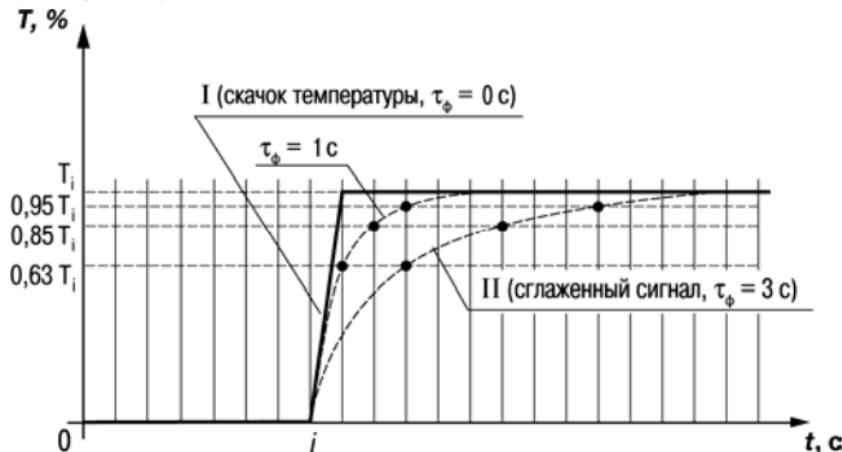

Рисунок 3.5
3.2.2.4.3 Цифровой фильтр устраниет шумовые составляющие сигнала, осуществляя его экспоненциальное сглаживание. Основной характеристикой экспоненциального фильтра является  $\tau_\phi$  – постоянная времени цифрового фильтра, параметр  $\zeta nF1$  ( $\zeta nF2$ ) – интервал, в течение которого сигнал достигает 0,63 от значения каждого измерения  $T_i$  (рисунок 3.5).